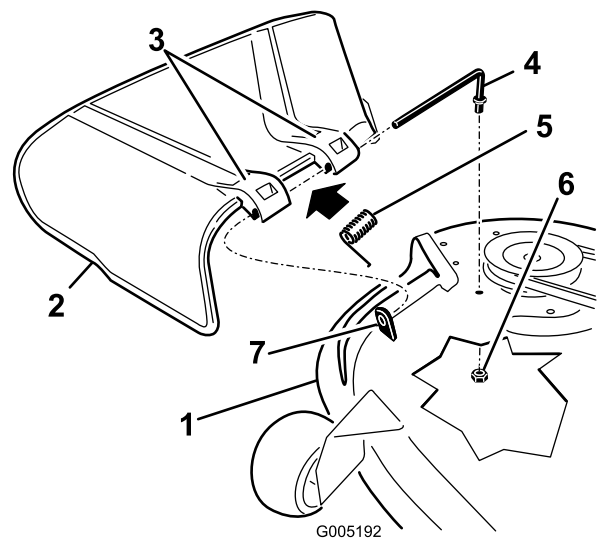

Figura 61
1. Localice los elementos mostrados en la Figura 61.
2. Retire la tuerca (9,5 mm) de la varilla (debajo del cortacésped) (Figura 61).
3. Retire la varilla del espaciador corto, del muelle y del deflector de hierba (Figura 61). Retire el deflector de hierba dañado o desgastado.
4. Vuelva a colocar el deflector de hierba (Figura 61).
6. Coloque el muelle sobre la varilla, con los extremos de los alambres hacia abajo, y entre los soportes del deflector de hierba. Deslice la varilla por el segundo soporte del deflector de hierba (Figura 61).
7. Introduzca la varilla, en la parte delantera del deflector de hierba, por el espaciador corto de la carcasa. Fije el extremo trasero de la varilla en el cortacésped con una tuerca (9,5 mm) (Figura 61).